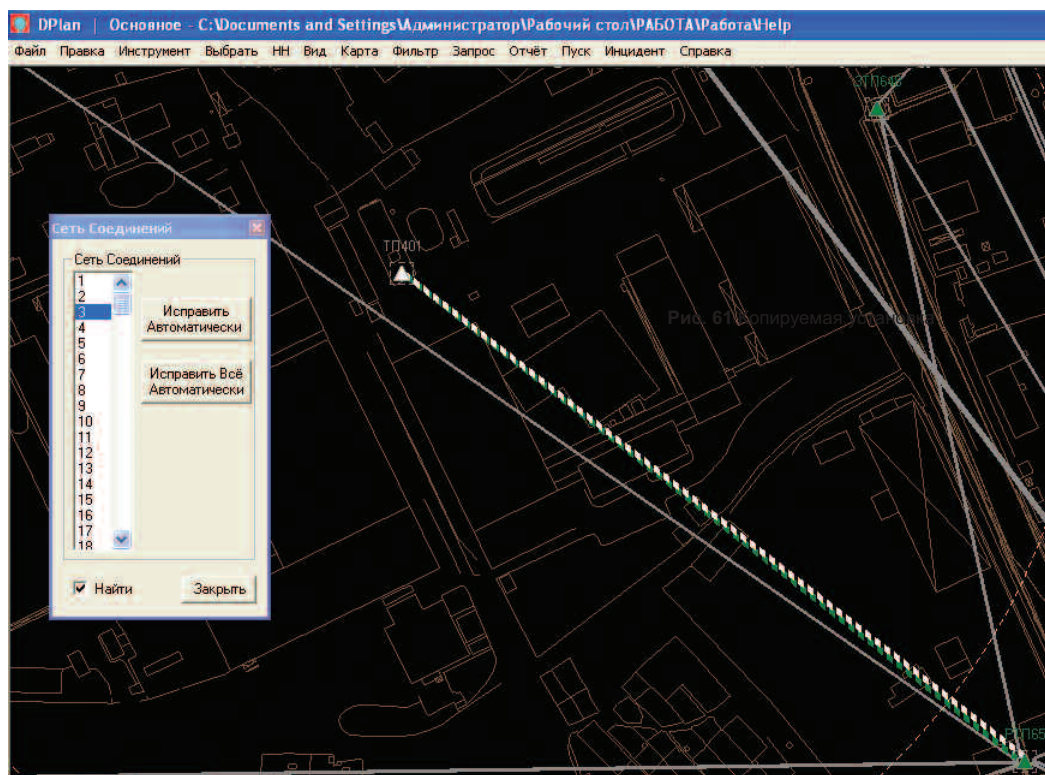

Рис. 59 Сеть с двумя соединениями, зеленым отмечена ветка, которую необходимо включить
- Если сети соединений существуют, Dplan2 открывает диалог (рис. 59).
При идентификации сетей соединений зеленым отмечены ветки, которые необходимо включить для активизации аварийной цепи одним переключением (рис. 59).